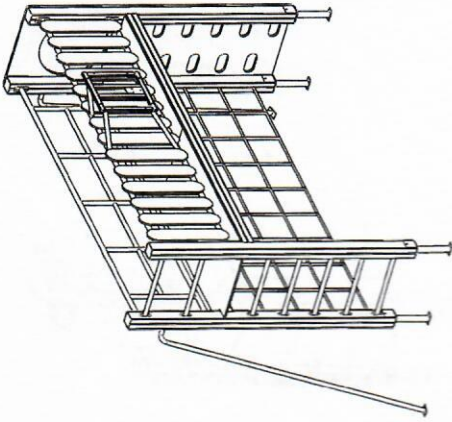

Рис. 7
6. Закрепить фанерную стенку альпиниста к столбам сантех саморезами 80 + шайба + колпачок. Аналогично закрепить распорные штанги. Фанерные заполнения на металлическое ограждение закрепить болтами М6х35 + шайба + гайка + колпачок (рис. 7).